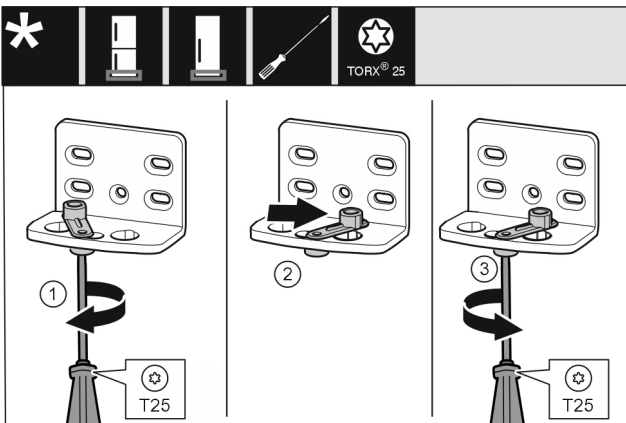

Fig. 14
- ▶ Visser la vis sans serrer avec un tournevis T25. Fig. 14 (1)
- ▶ Soulever le ressort de fermeture et le tourner de 90° à droite dans l'alésage. Fig. 14 (2)
- ▶ Serrer la vis avec un tournevis T25. Fig. 14 (3)